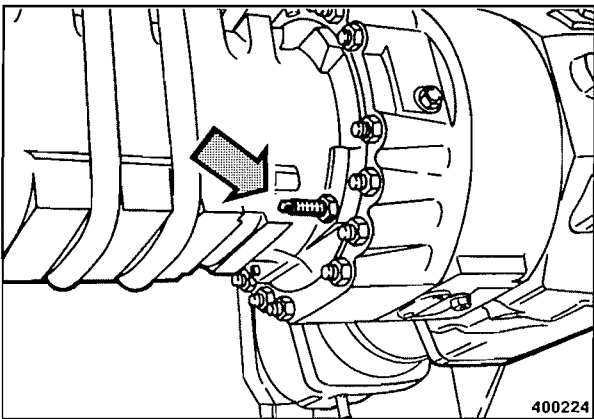

Fig. 49
- Para soltar el freno del eje hay que soltar la contratuerca (Fig. 49), y enroscar uniforme- mente husillos roscados (3 piezas) en ambos lados del eje hasta el freno haya quedado suelto.